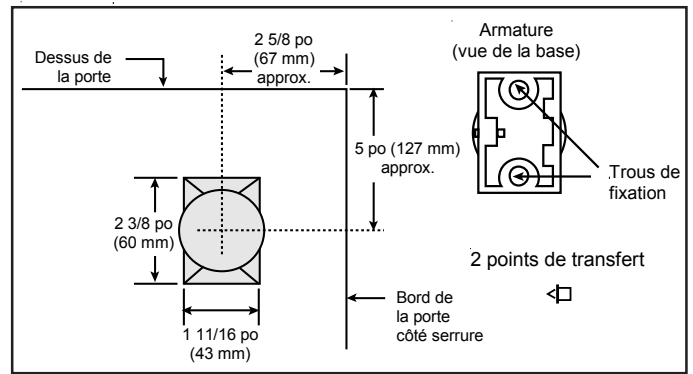

Figure 3. Montage de l'armature
Remarque : L'armature doit être montée verticalement (Fig. 3) pour être bien alignée avec l'électroaimant.
- Placez les points de transfert dans les trous de fixation de l'armature (Fig. 3).